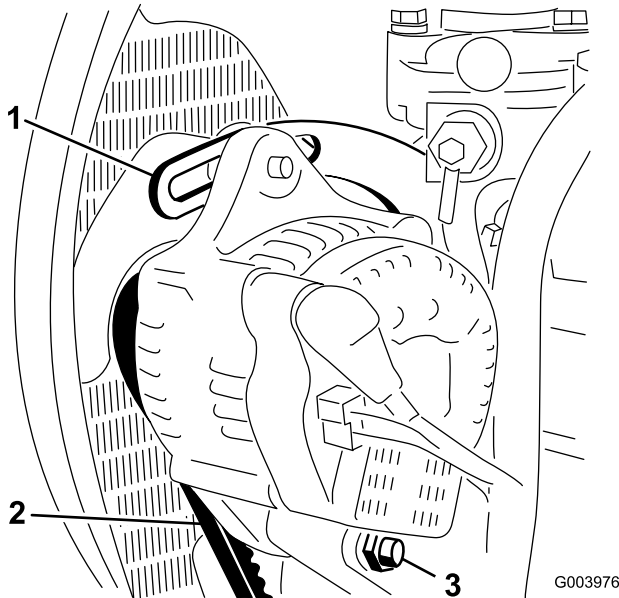

Bild 76
2. Prüfen Sie die Spannung des Keilriemens, indem Sie eine Kraft von 10 kg auf halber Entfernung zwischen der Lichtmaschine und den Kurbelwellenriemenscheiben ansetzen (Bild 76).
3. Lockern Sie die Schraube, mit der die Strebe am Motor befestigt ist, die Schraube, mit der die Lichtmaschine an der Strebe befestigt ist sowie die Drehschraube (Bild 76).